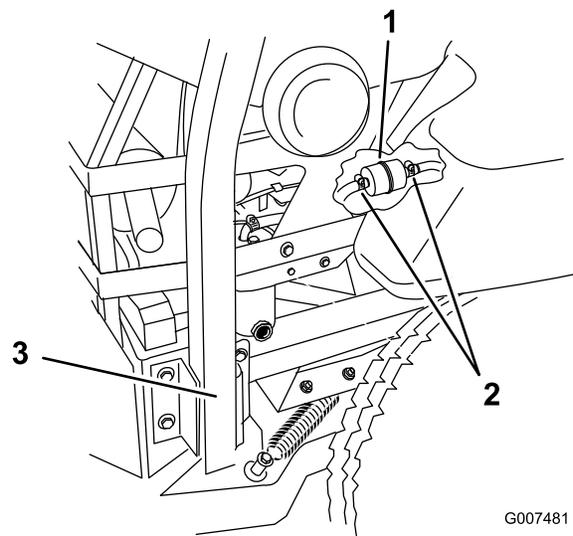

Figure 49
5. Desserrez les deux colliers de serrage et débranchez les conduites du dessus du filtre (Figure 49).